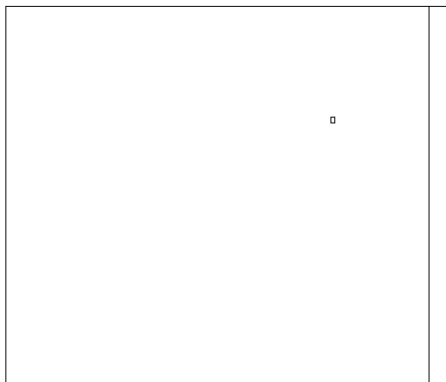

Рис. 2.10 ▼ Первая линия сдвинута влево на 20 единиц от исходной
6. Поместите указатель-перекрестие в прямоугольник, обозначающий наружный контур тумбы, и щелкните мышью. Поскольку тем самым вы задали направление смещения (влево от смещаемой линии), AutoCAD тут же выполнит смещение. В результате внутри прямоугольного контура тумбы появится новая линия, которая будет расположена на 20 единиц влево от исходной (рис. 2.10). Вместо перекрестия на экране снова появится отмечающий указатель. Это означает, что инструмент **Подобие** (Offset) по-прежнему активен, и вы можете продолжать смещение линий на заданное расстояние.